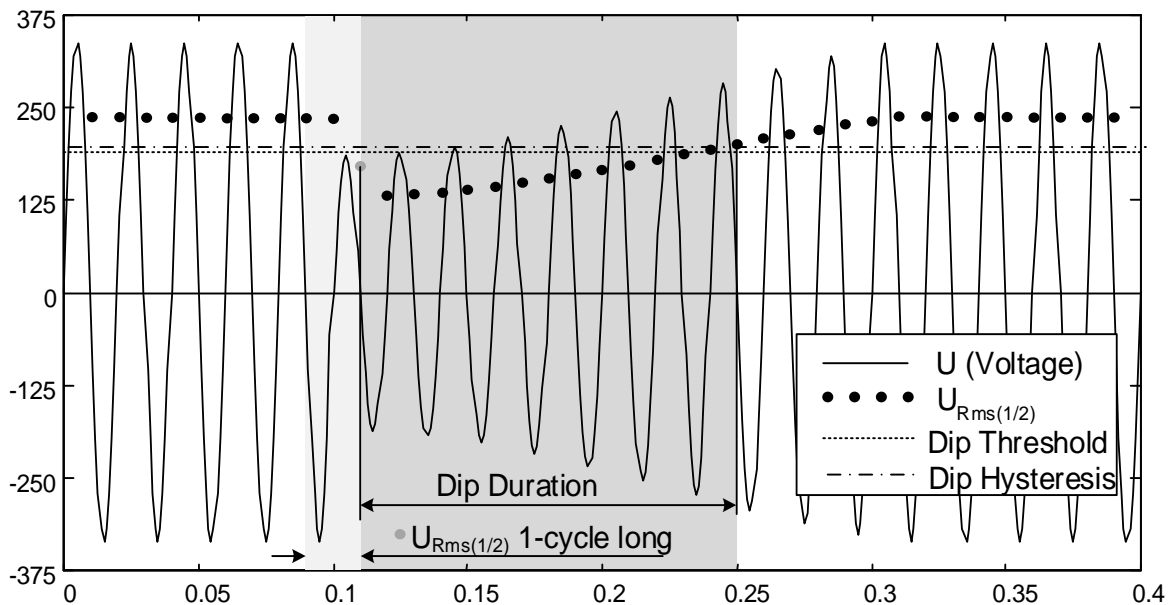
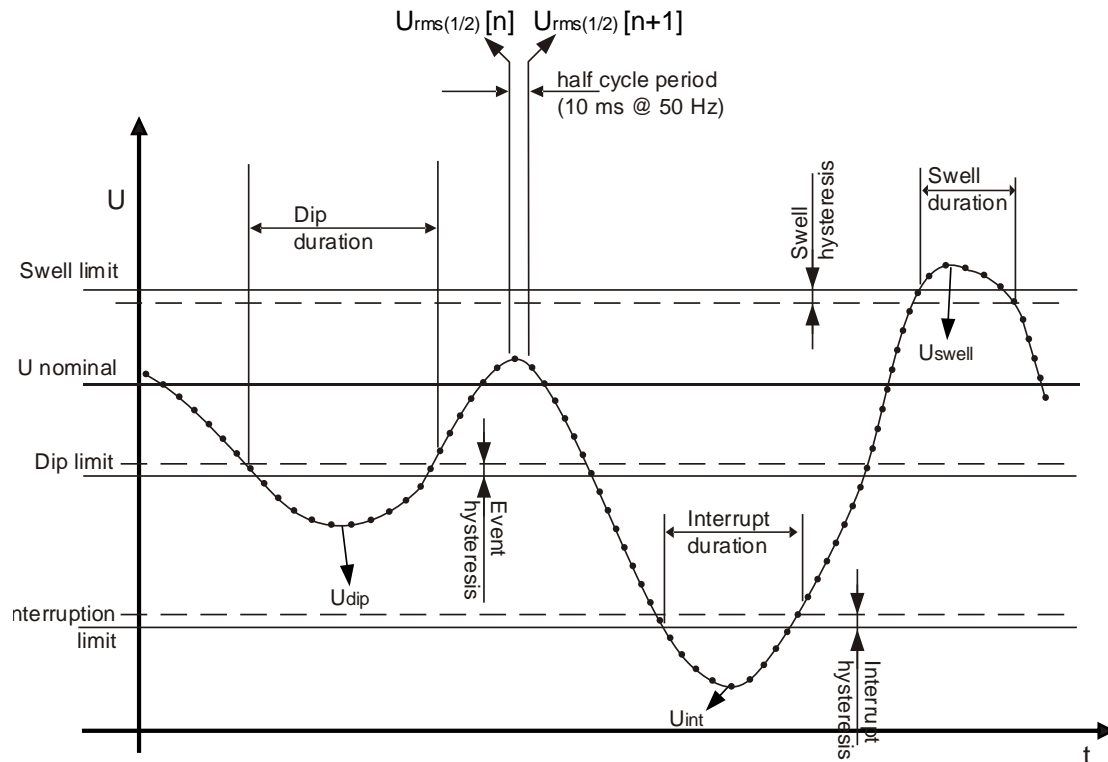

Abbildung 5.9: $U_{Rms(1/2)}$ 1-Zyklus Messung
Abbildung 5.10: Definition der Spannungsereignisse
- Auf Einphasensystemen (Anschlussart: 1W), ein Spannungseinbruch, wenn die Spannung $U_{Rms(1/2)}$ unter den Schwellenwert für den Spannungseinbruch fällt und endet, wenn die $U_{Rms(1/2)}$ -Spannung gleich oder größer als der Schwellenwert für den Spannungseinbruch plus der Hysterese Spannung ist (siehe *Abbildung 5.10: und Abbildung 5.9*).
- Auf Einphasensystemen (Anschlussart: 1W), ein Spannungsüberhöhung beginnt, wenn die Spannung $U_{Rms(1/2)}$ über den Schwellenwert für die Spannungsüberhöhung steigt und endet, wenn die $U_{Rms(1/2)}$ -Spannung gleich oder unter den Schwellenwert für den Spannungserhöhung plus der Hysterese Spannung fällt (siehe *Abbildung 5.10:* und *Abbildung 5.9*).
- Bei Einphasensystemen (1W), beginnt eine Spannungsunterbrechung, wenn die Spannung $U_{Rms(1/2)}$ unter den Schwellenwert für die Spannungsunterbrechung fällt und endet, wenn die $U_{Rms(1/2)}$ -Spannung gleich oder größer als der Schwellenwert für die Spannungsunterbrechung plus der Hysterese Spannung ist (siehe *Abbildung 5.10: und* *Abbildung 5.9*).